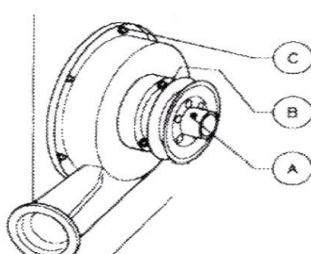

Рис. 23
- используя инструмент для удаления шпилек удалите эластичную шпильку которой крепится шкив (Рис. 23-А), затем удалите сам шкив;
- удалите стопорное кольцо $\varnothing 25$ с оси (Рис. 23-В);
- удалите винты, которыми фиксируется насос (Рис. 23-С), отсоедините насос от рамы вместе с осью (Рис.24);